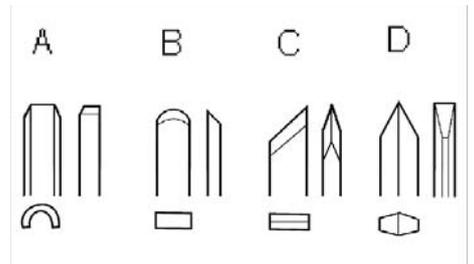
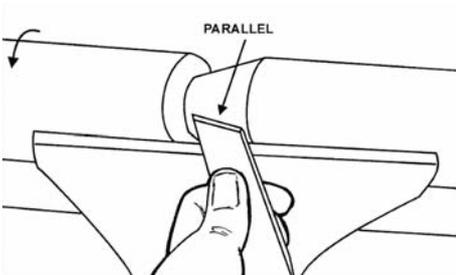

Рис. 6
Рис. 8
- Трубчастий різець (А, рис. 6). Найважливіший інструмент для токарної обробки.
- Шабер (В, рис. 6). Застосовується для зовнішнього та внутрішнього калібрування, а також для видалення слідів обробки.
- Косий різець (С, рис. 6). Застосовується для проточування V-подібних канавок, для зовнішнього калібрування та для токарної обробки торців деревини. Ріжуча кромка встановлюється паралельно напрямку розрізу (Рис. 8).
- Відрізний різець (D, Рис. 6). Застосовується для прямого врізання у заготовку, наприклад, при затиловці та відрізанні. Може застосовуватися також як шабер та для отримання необхідного діаметру.